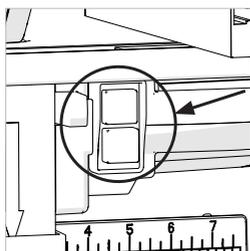

Fig. 24
2. Interruptor ON/OFF da serra da mesa (Fig. 24)